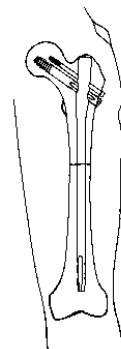

図 3
- ショートネイル手技に従いネイルを挿入し、ラグスクリュー及びエクストラスクリューを挿入します。（図 3）